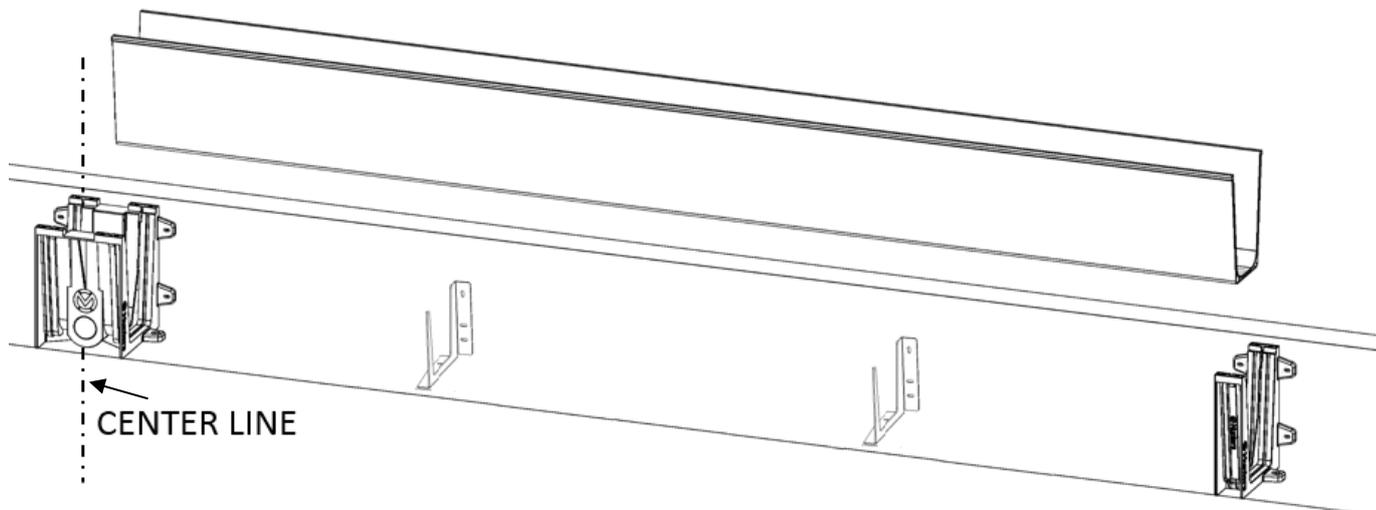

Figura 8
Posizionare la canalina corta [ref. 2] nelle staffe facendo attenzione a metterla contro la staffa di collegamento dell'unità di alimentazione. Allineare a sinistra verso la linea centrale. Vedere Figura 8.